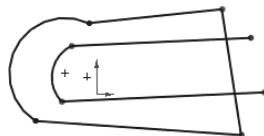

图 4.13.3 绘制五条直线
Step2. 绘制直线。选择下拉菜单 **工具(T)** → **草图绘制实体(K)** →  **直线(L)** 命令，在图形区绘制图 4.13.3 所示的五条直线。